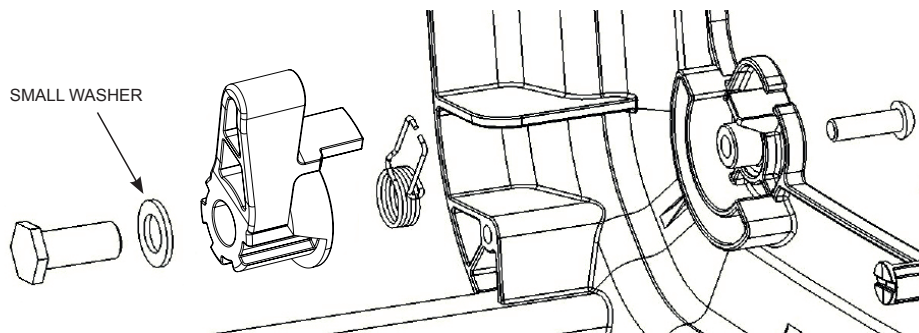

Fig. 18
- Remove the screw that fixes the latch (fig. 18).
- Quite el tornillo que une el trinquete con el cuerpo del enrollador (fig. 18).
- Retirez le boulon qui fixe le cliquet sur le corps de l'enrouleur (fig. 18).